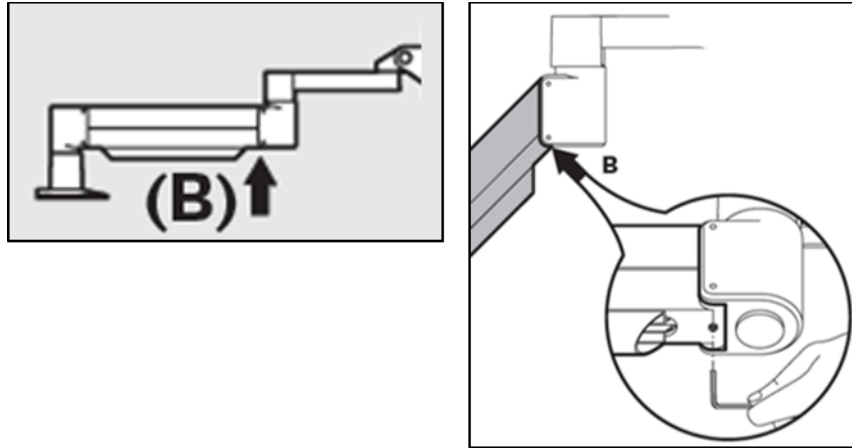

Figura 4-6. Desapertar o parafuso B de definição de contrabalanceamento
- Reposicione o braço horizontalmente. Desaperte o parafuso de definição B de contrabalanceamento superior rodando o parafuso pelo menos 1/2 volta. Use uma chave Allen 3/32. Consulte a figura 4-6.
- Posicione o braço na horizontal e aperte o parafuso A de definição do contrabalanceamento até que exista contacto, depois aperte 1/2 a 3/4 de volta. Consulte a Figura 4-6.